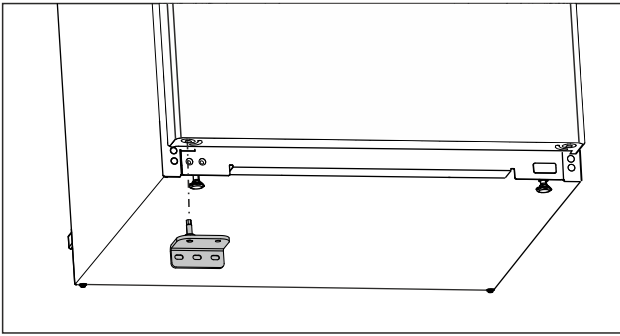

Fig. 24
- ▶ Aseta alempi laakerijalusta vastapäiselle puolelle. (katso Fig. 24)